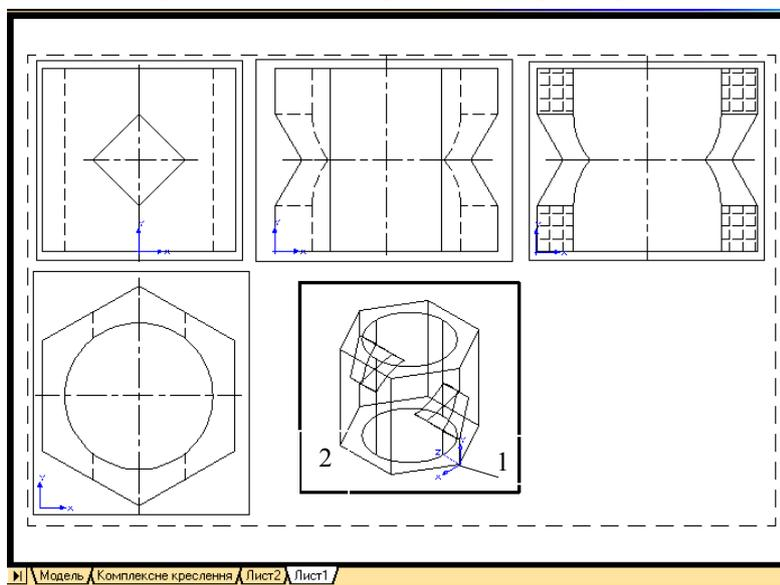

Рис. 6.14. Побудова наочного зображення
1. Для побудови наочного зображення геометричного тіла створюють плаваючий видовий екран, використовуючи вільне місце креслення (рис. 6.14). Це виконують так само, як і при побудові головного виду командою **Т-ВИД**.
Позначають курсором рамку плаваючого видового екрана й клацають лівою клавішею миші, внаслідок чого ортогональне зображення перетворюється в наочне (рис. 6.14).
Курсором показують точку 1 (рис. 6.14).
Показують курсором точку 2 (рис. 6.14). Далі система знову запитує:
Курсором показують точку тієї частини об'єкта, яку необхідно вилучити (рис. 6.14) і вводять <Enter>.